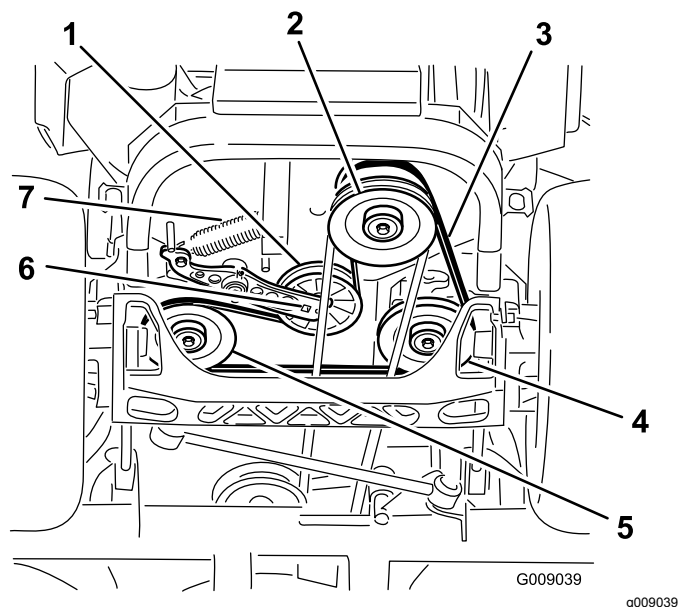

Figure 82
- Soulevez la machine sur des chandelles (Figure 82).
5. Insérez un rochet dans le trou carré du bras de la poulie de tension pour déposer le ressort de la poulie de tension (Figure 82).
6. Décrochez le ressort de tension sur le cadre (Figure 82).
9. Insérez un rochet dans le trou carré du bras de tension pour installer le ressort de la poulie de tension sur le cadre (Figure 82).